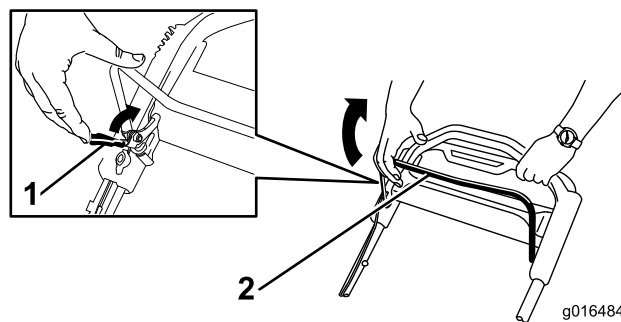

Figura 21
2. Tirate indietro **lentamente** la barra di comando della lama verso la maniglia (Figura 21).
1. Tirate il blocco della barra di comando della lama verso la barra stessa (Figura 21).